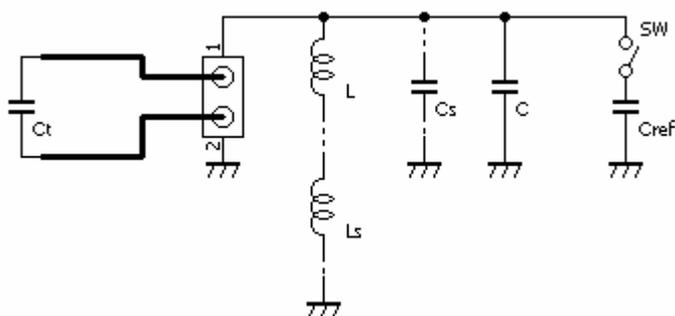
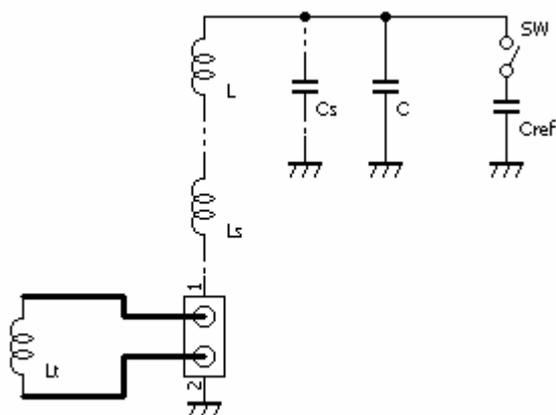

図 4 : C_t を測定
図 5 : L_t を測定
例えば、図 4 や図 5 のように、測定用にリード線やワニロクリップを使用した場合でも、その状態で③と④を求めれば、リード線やワニロクリップの浮遊容量をも含めた、 L と C を求めることができます。
C を測定する図 4 の場合、 C_t を接続せずに③と④で L 、 C を求めます。
L を測定する図 5 の場合、 L_t の代わりに最短でショートして③と④で L 、 C を求めます。